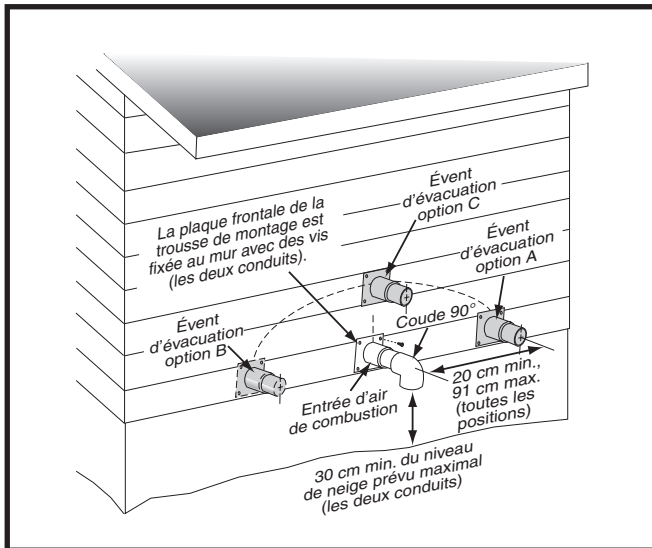
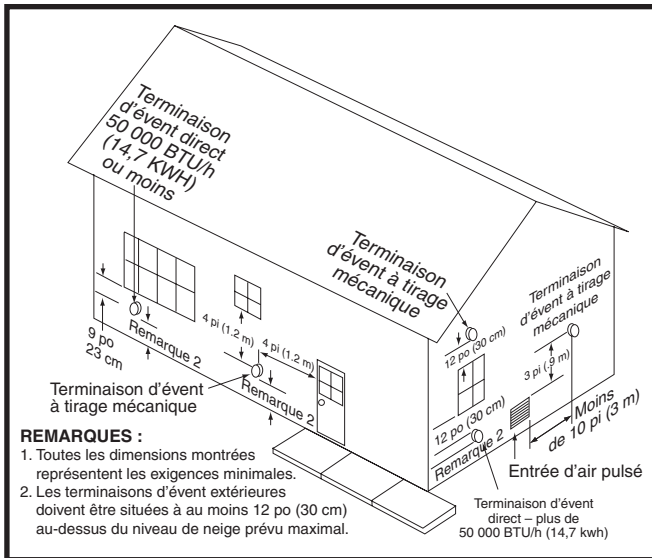
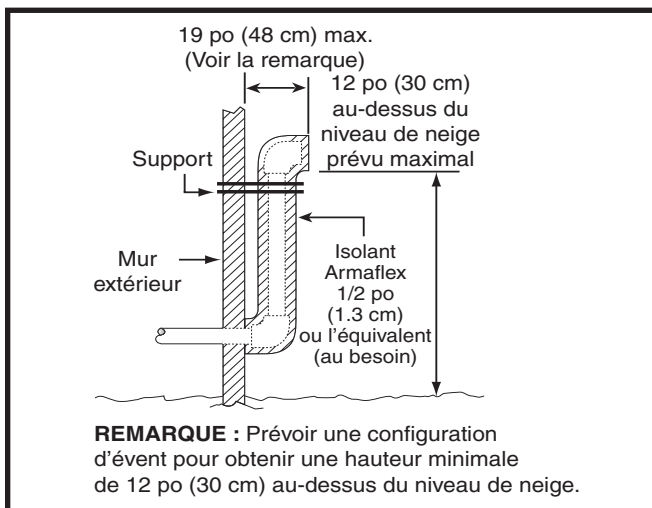
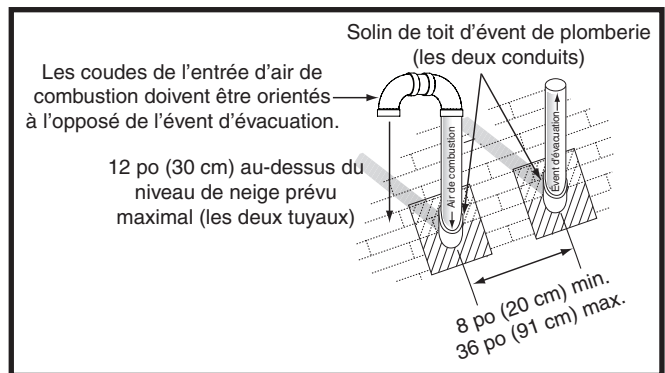

Figure 7. Dégagements du conduit d'admission et du conduit d'évacuation
Figure 8. Emplacements de l'évent
Figure 9. Autre installation d'un conduit d'évent horizontal
Figure 10. Terminaison d'évent vertical
- Si on utilise un système à évacuation directe (2 conduits), l'admission d'air de combustion et l'évacuation doivent être situées dans la même zone de pression atmosphérique. Cela signifie que les deux conduits doivent sortir du bâtiment par la même section de mur extérieur ou de toit, comme indiqué aux Figure 7, Figure 8, Figure 9, et Figure 10.
- Les terminaisons d'évent et d'admission d'air de combustion doivent être installées comme indiqué aux Figure 7 et Figure 8, et conformément à ces directives :
- Tous les dégagements minimaux doivent être maintenus pour protéger les matériaux du bâtiment contre la dégradation causée par les gaz de combustion. Consulter la Figure 7.
- Lorsque le conduit d'évent doit sortir par un mur extérieur à proximité du niveau du sol ou du niveau de neige prévu et qu'il n'est pas possible d'obtenir les dégagements indiqués à la Figure 7 (page 12), il est possible d'utiliser une conduite
montante, comme indiqué à la Figure 9. Il faut utiliser de l'isolant pour éviter le gel de cette section de conduit. Consulter le Tableau 2 \(page 13\) pour la protection contre le gel de l'évent.
Les exigences relatives à l'espacement des terminaisons entre le toit et entre chaque terminaison sont indiquées à la Figure 10. L'endroit où le conduit traverse le toit doit être doté d'un solin approprié et étanche; on peut utiliser un chaperon de toit ou un solin équivalent. La tuyauterie d'événement et la tuyauterie d'air de combustion peuvent être installées dans une cheminée existante non utilisée, à condition que :
- les dégagements de terminaison indiqués à la Figure 10 soient maintenus;